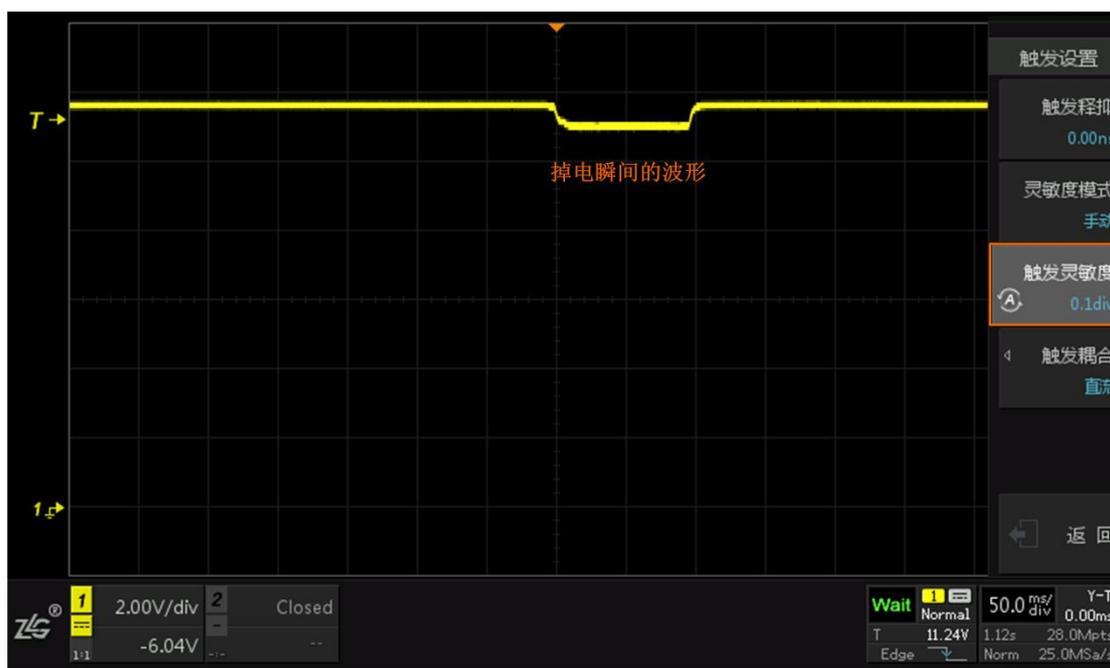

图 10.21 掉电波形稳定捕获
- 最后给电源进行掉电重启操作，在单次捕获【Single】的条件下，可看到掉电瞬间波形完美捕获，如图 10.21 所示。